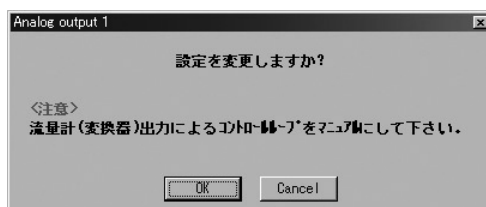

図29
- ③ それぞれの項目を設定します。USL(センサーの上限), LSL(センサーの下限), Min Span(最小スパン)はURV(20mA設定), LRV(4mA設定)の入力範囲を示していますので、設定時の目安としてください。ローカット「Lowcut」は「0.0%」を設定するとローカット機能「OFF」となります。標準は「0.0%」です。流量(質量、体積)以外がアサインされている場合は、必ず「0.0%」と設定してください。なお、「Bi direction」時にはローカットは正逆両方向に機能します。
- ④ 全て設定が完了したら「OK」ボタンをクリックします。クリックすると図29のようなメッセージボックスが現れます。